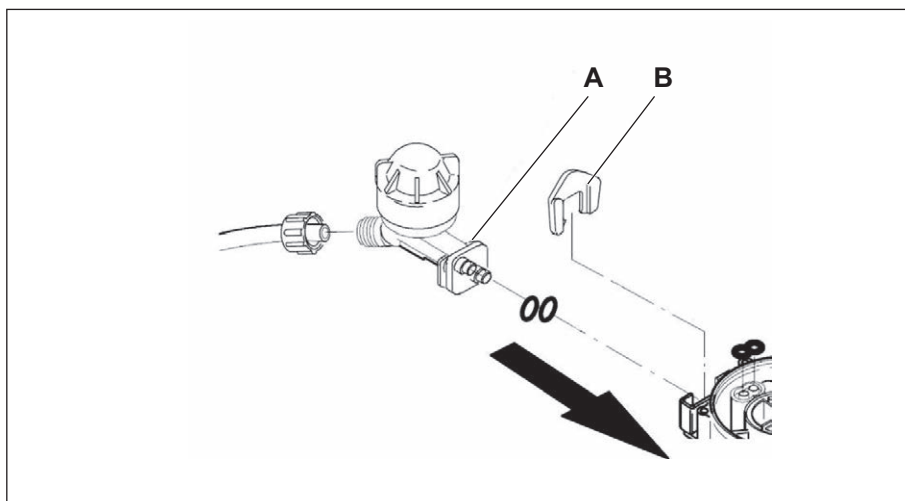

Abb. 18: Injektorbaugruppe einstecken
4. Injektorbaugruppe (A) in Pfeilrichtung (Abb. 18) in die Ventilbaugruppe einstecken.
5. Injektorsplint (B) von oben einstecken.